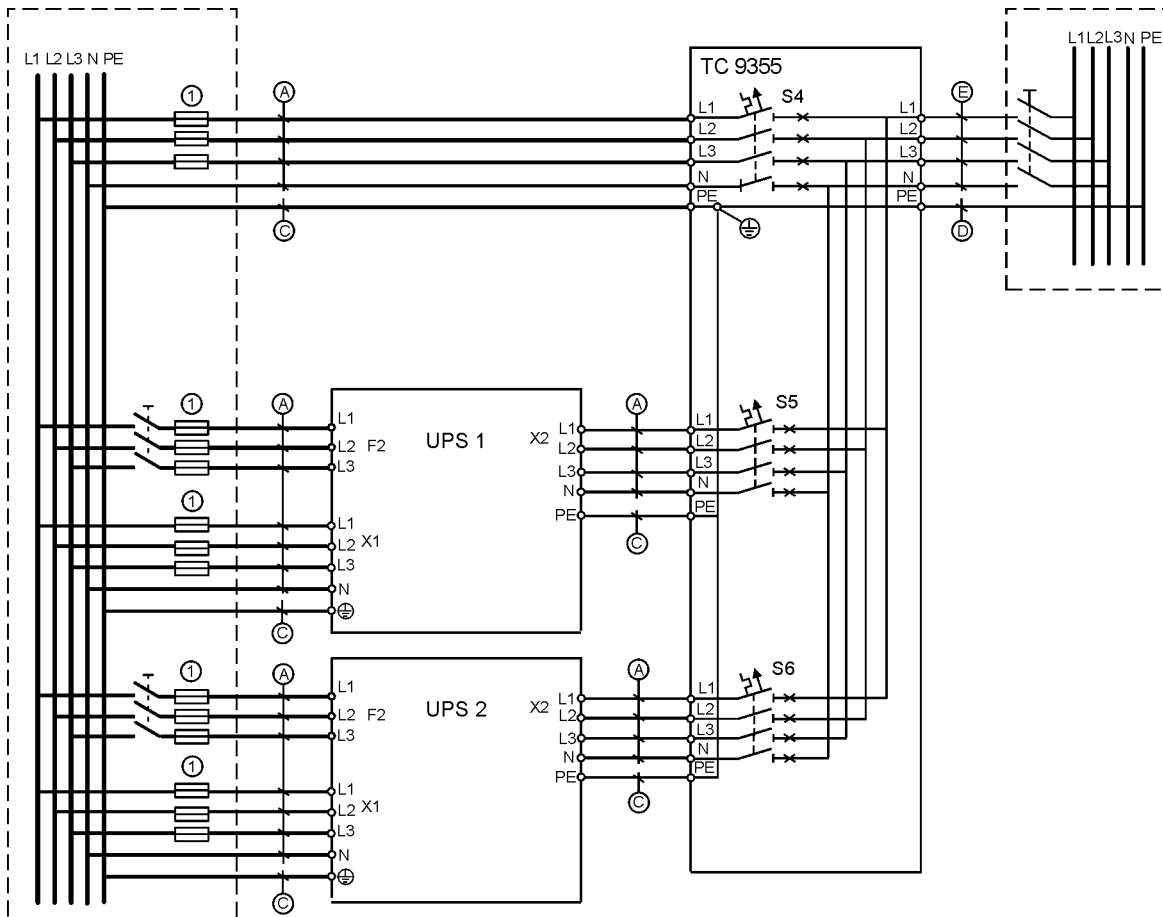

Рисунок 41. Монтажная схема шкафа с двумя ИБП и подключенным байпасом.
**При использовании шкафа, приведенном на рис. 41, следует помнить, что максимальная нагрузка подключаемая через такой шкаф должна составлять не более 15 кВА, т.е. в этом случае параллельная система (состоящая из двух ИБП) может быть предназначена только для резервирования.**